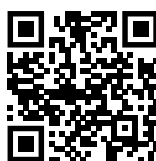

Fig. 84
- ▶ Zaženite aplikacijo Liebherr SmartMonitoring Dashboard. (glejte Fig. 84)